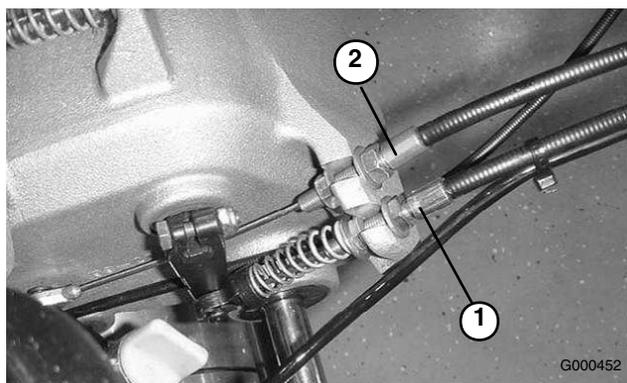

Figura 42
2. Para aumentar la tensión del cable, afloje la contratuerca delantera del cable y apriete la contratuerca trasera del cable (Figura 42) hasta que la fuerza necesaria para engranar el control de tracción sea de 54–71 N.